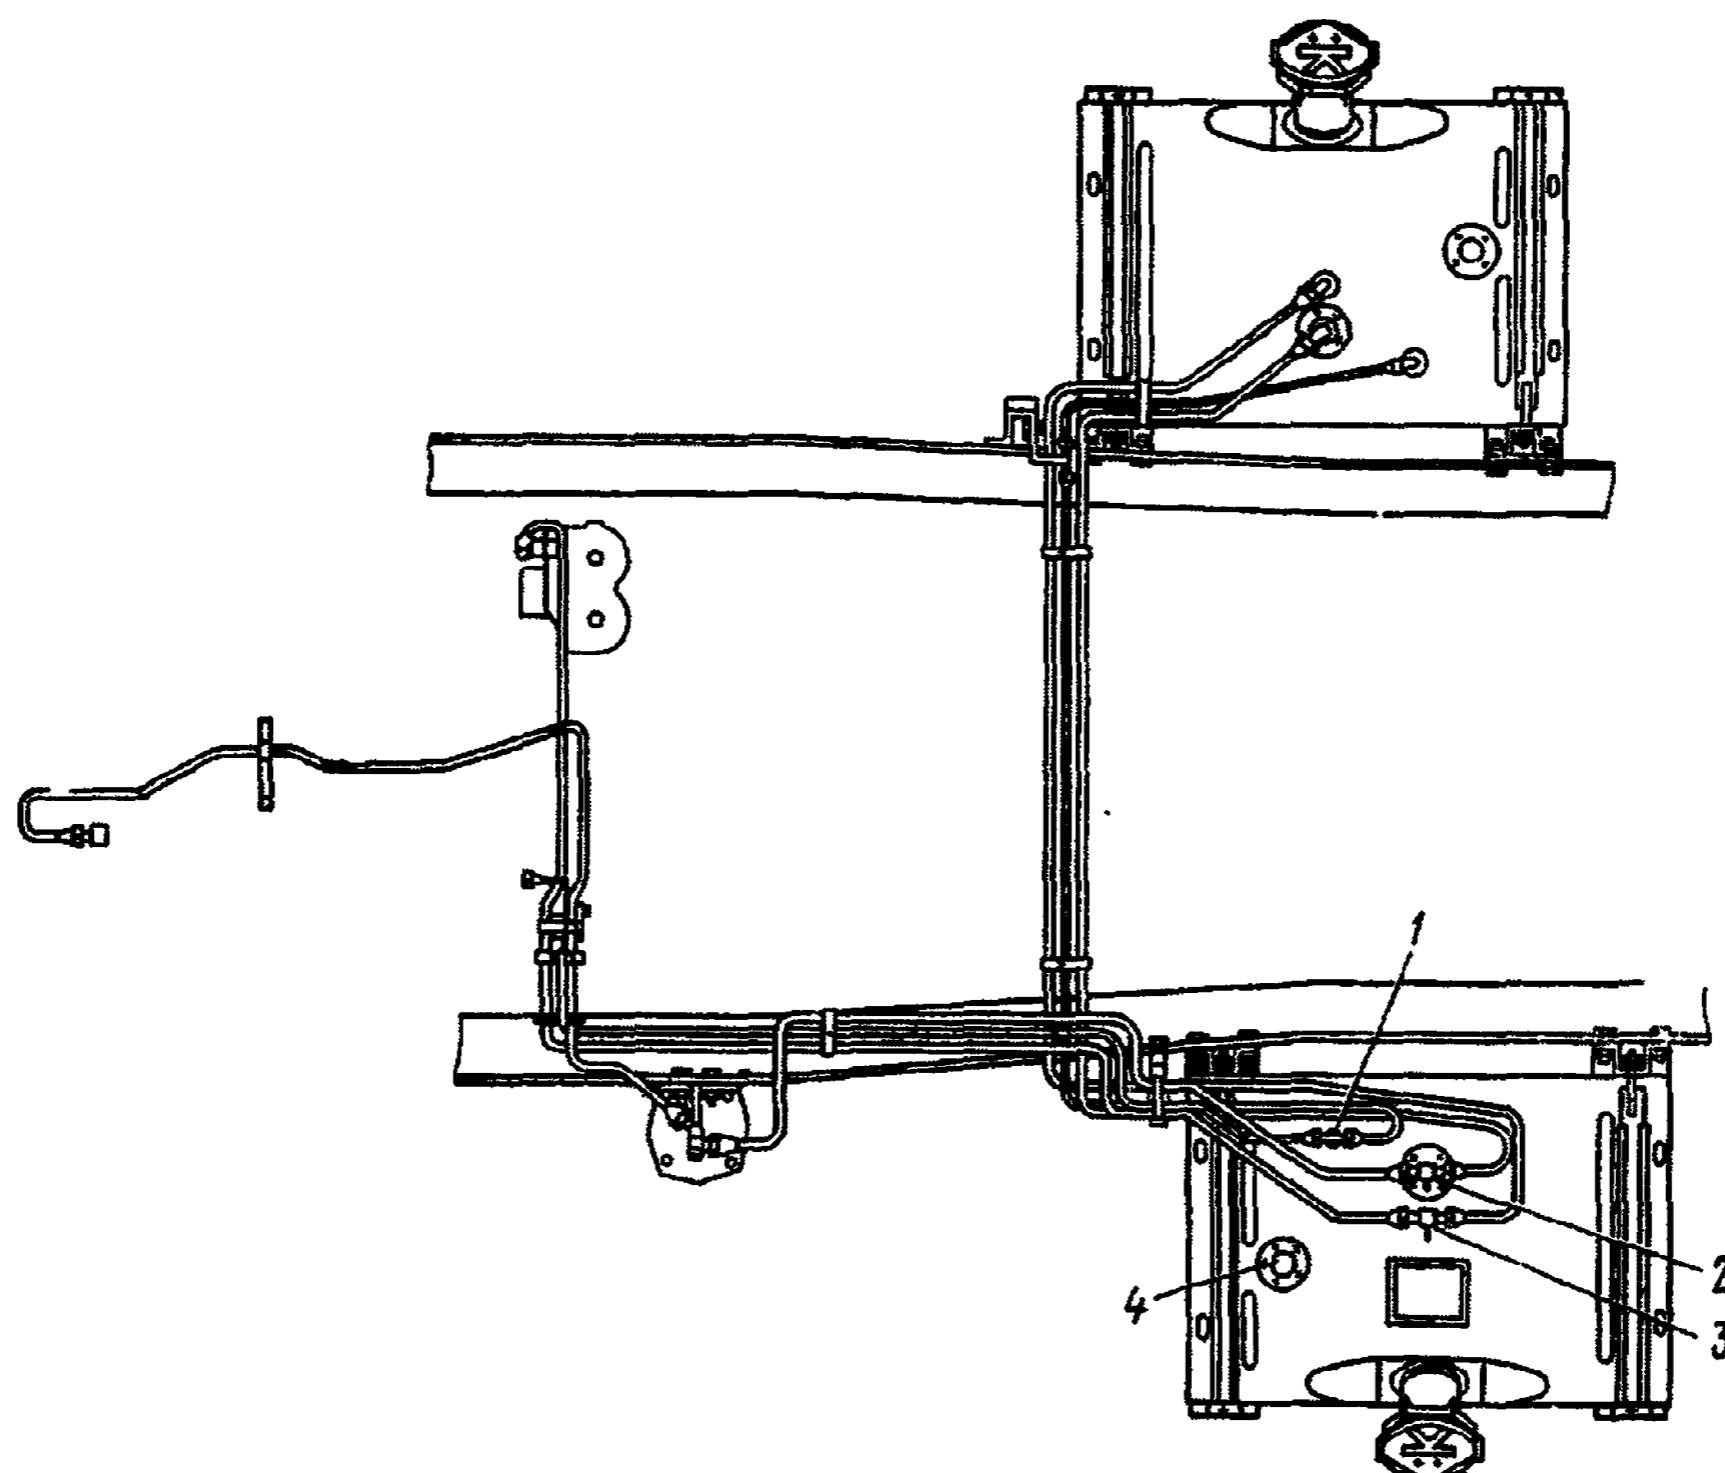

Рис. 3. Установка топливных баков на автомобиле КамАЗ-4310:
3. Отсоедините штекерный разъем от датчика 4 (рис. 3) указателя уровня топлива	—
9. Установите датчик 4 (см. рис. 3) указателя уровня топлива и заборный фильтр, вверните винты их крепления	Отвертка
13. Подсоедините к тройнику 1 (см. рис. 3) топливопровод	Ключ 12 мм